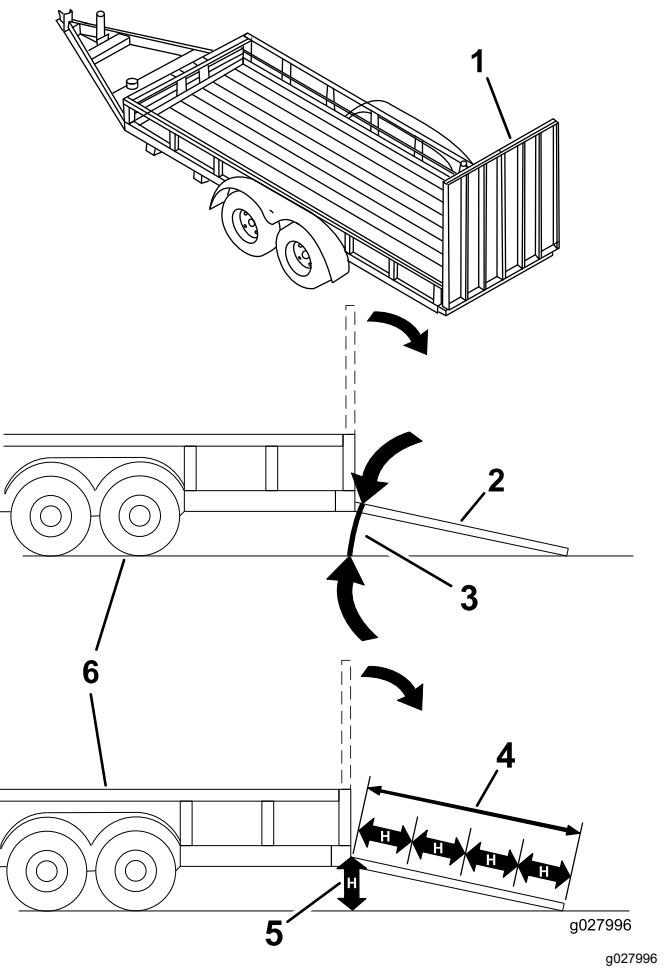

Figure 45
**Le chargement de la machine sur une remorque ou un camion augmente le risque de basculement, et donc de blessures graves ou mortelles (Figure 45).**
3. Abaissez la rampe pour que l'angle avec le sol ne dépasse pas 15 degrés (Figure 45).
1. Abaissez la rampe pour que l'angle avec le sol ne dépasse pas 15 degrés (Figure 45).